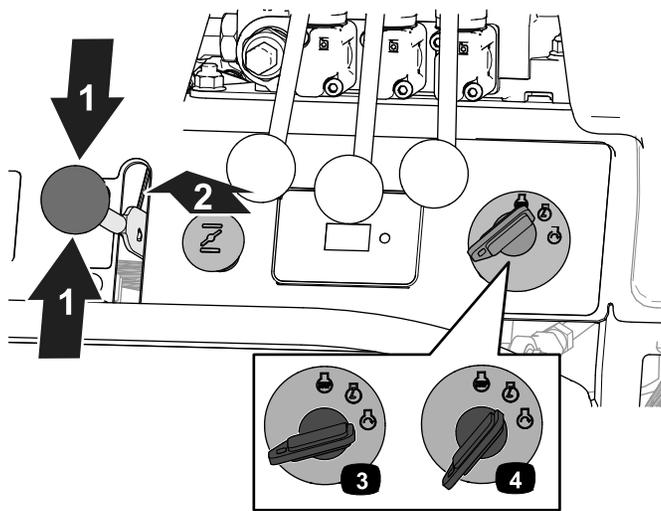

図 27
3. スロットルを低速と高速の中間位置にセットする図 27。
4. エンジンが冷えている場合は、チョークを ON 位置にセットする 図 27。
5. イグニッションキーを START 位置に回す 図 27。
6. エンジンが始動したらキーを RUN 位置に回す 図 27。
8. エンジンが始動して暖まるのに合わせて、チョークを徐々にOFF位置に戻す 図 27。